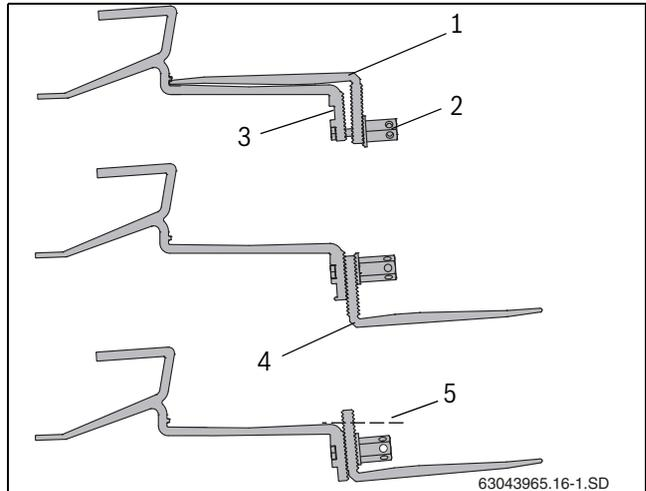

Fig. 39 Fijación del gancho de tejado sobre cabrios
i En algunas cubiertas de tejado puede ser necesario calzar la parte inferior de los ganchos de tejado (fig. 39, [4]) con tablas o tablones para que repose sobre la teja.
- ▶ Soltar la tuerca hexagonal larga (fig. 39, [2]).
- ▶ Introduzca el tornillo en el orificio superior (fig. 39, [3]).
- ▶ Fije sin apretar la parte inferior del gancho de tejado (fig. 39, [1]). No apriete aún la unión.